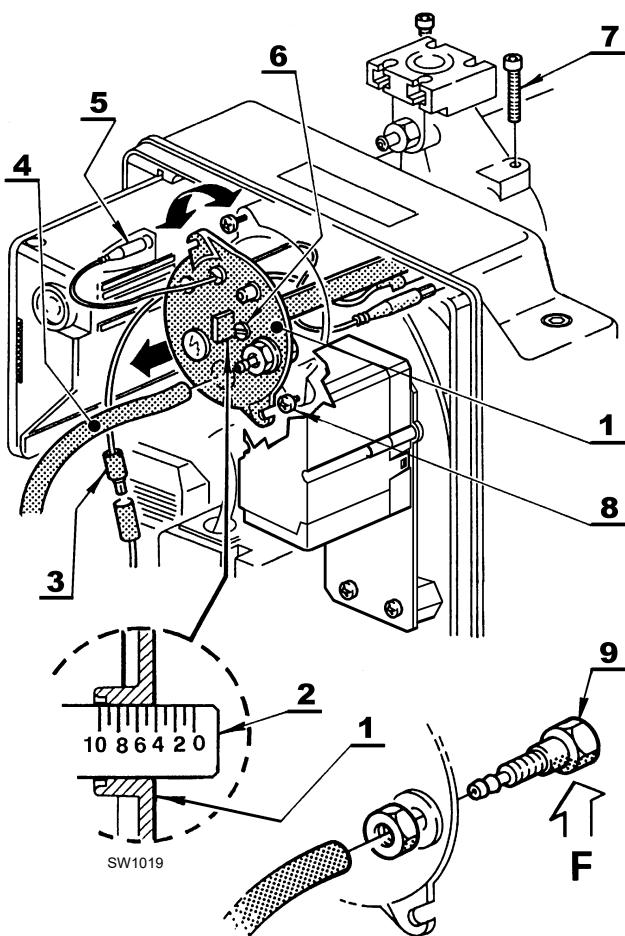

Fig. 13
Dipende dalla portata del bruciatore e si esegue ruotando in senso orario o antiorario la vite di regolazione 6)(Fig. 13) fino a che la tacca incisa sulla staffa di regolazione 2)(Fig. 13) coincide con il piano esterno del gruppo testa 1)(Fig. 13).
Per l'estrazione del gruppo testa (Fig. 13) è necessario:
Si raccomanda di non alterare la posizione di regolazione staffa-gomito 2)(Fig. 13) nella fase di smontaggio.
Rimontare con procedura inversa a quanto sopra descritto, riposizionando il gruppo testa 1)(Fig. 13) come in origine.
Avvitare le viti 7)(Fig. 13), senza bloccarle fino a battuta. Bloccarle con una coppia di serraggio di 3 - 4 Nm.
Controllare che, durante il funzionamento, non si verifichino perdite di gas dalle sedi delle viti. Qualora accidentalmente si allentasse la presa di pressione 11)(Fig. 13) si raccomanda il corretto fissaggio assicurandosi che il foro (F)(Fig. 13) posto nella parte interna del gruppo testa 1)(Fig. 13) sia rivolto verso il basso.